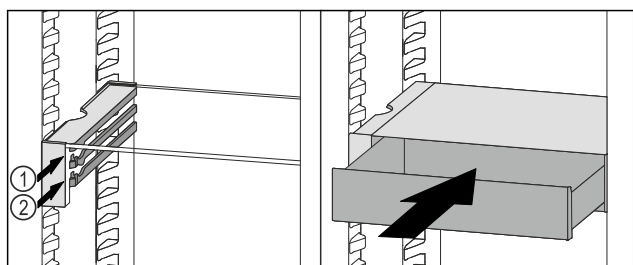

Fig. 106
- ▶ Założyć szufladę VarioSafe za stoperami na wybranych żebrowach Fig. 106 (1) lub Fig. 106 (2).